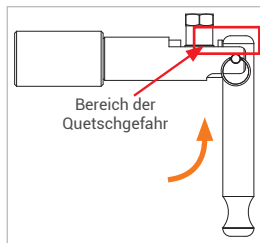

Abbildung 6
Vorsicht: Halten Sie Ihre Finger vom Kolben fern (Abbildung 6). Sie können sich die Finger beim Betätigen des Spannhelbs (Pos. 2) quetschen oder einklemmen.
- ▶ Betätigen Sie den Spannhelb (Pos. 2) um 90° zurück in seine Ausgangslage (Abbildung 6).